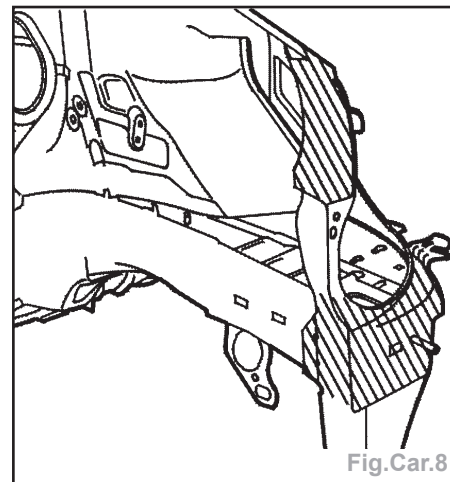

Fig.Car.8
- Pulvériser de la cire fluide (Fig.Car.8).